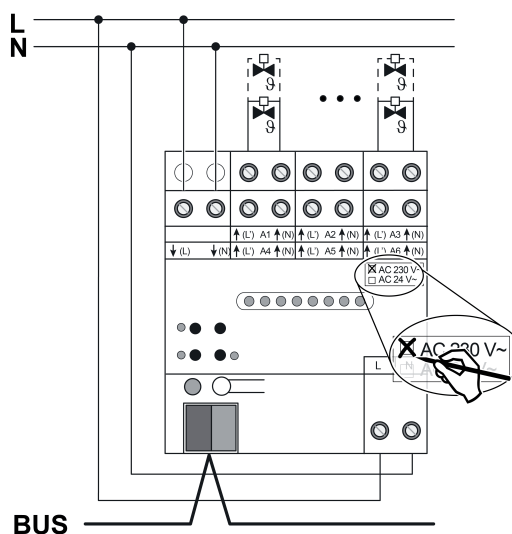

Figure 3: Raccordement des servomoteurs 230 V
- Raccorder les servomoteurs 230 V AC conformément au schéma de raccordement (figure 3).